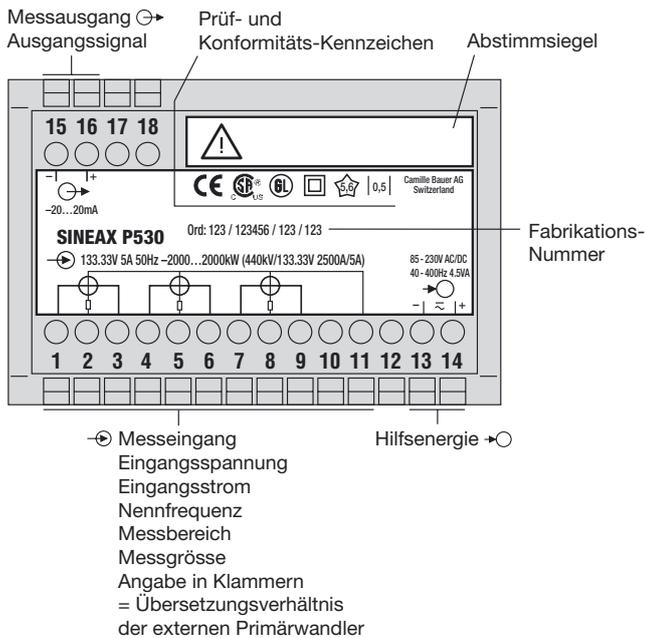

Bild 5. Erklärungen zum Typenschildbeispiel.
... dass die Daten, die zur Lösung der Messaufgabe erforderlich sind, mit denen auf dem Typenschild des SINEAX P530/Q531 übereinstimmen (→⊖ Messeingang, ⊖→ Messausgang und →⊙ Hilfsenergie, siehe Bild 5)!
- Abstimmisiegel (kleines Klebeschild) entfernen (Bild 5).